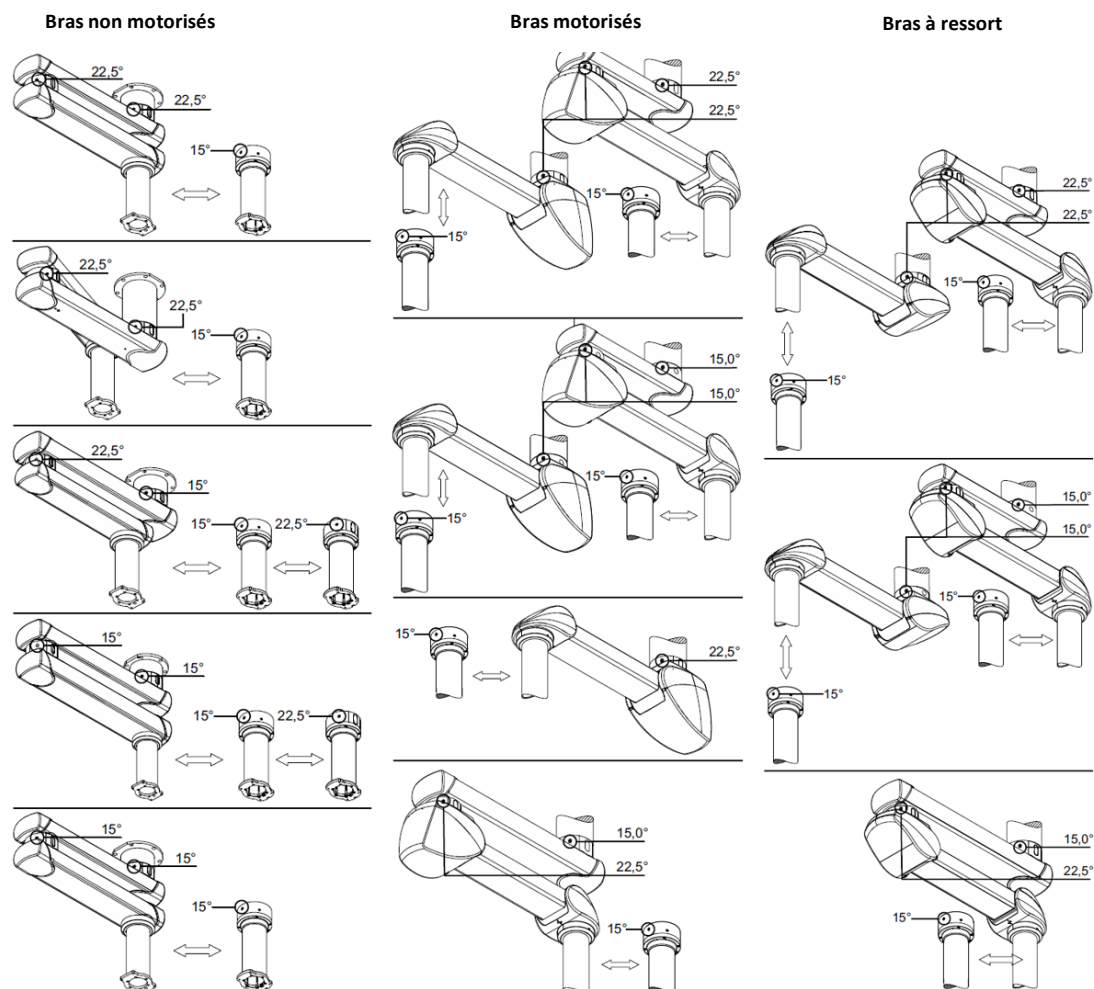

Fig.3 Réglage des butées rotatives
- Pour les versions à double bras avec roulement à friction entre les deux, il est recommandé de monter 2 butées à billes (3) (voir Fig. 3). L'illustration détaillée montre le roulement intermédiaire (11) (sans bague extérieure) et la position de la vis de butée (1) dans les butées à billes (3).
Lorsque vous réglez la butée de fin de course comme illustré à la figure 3, la zone de point mort est de 45°. Cela signifie que le bras compensé (3) a une amplitude de mouvement maximale d'environ 315°. Si le réglage minimum de la butée n'est pas défini lors du réglage des freins sur le palier intermédiaire (11) et le palier de plafond (10), il est très difficile de plier le système de suspension à partir de la position tendue (12) et de le faire tourner sur le palier intermédiaire (11) du bras compensé (3).